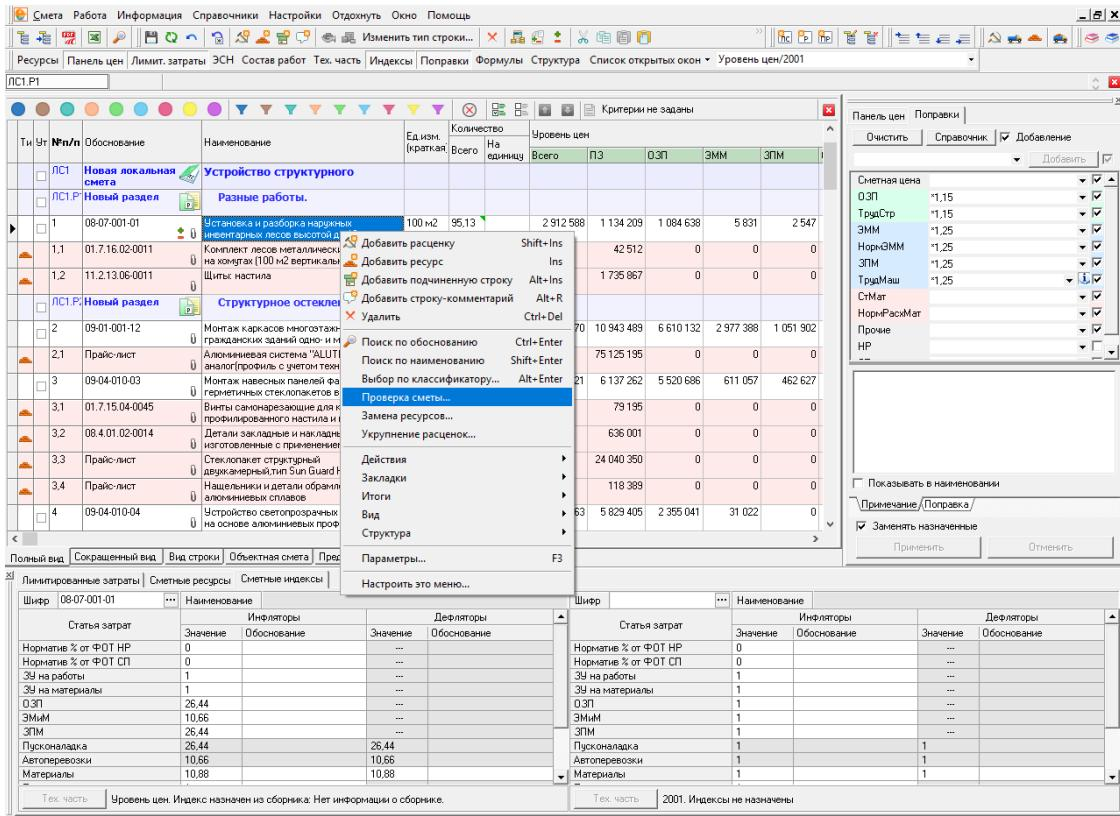

Рис. 1. Запуск проверки сметы
**Запуск экспертизы.** Для запуска режима проверки щелкните правой кнопкой мыши по любому месту сметной таблицы и в контекстном меню сметы выберите пункт **Проверка сметы...** (см. рис. 1).